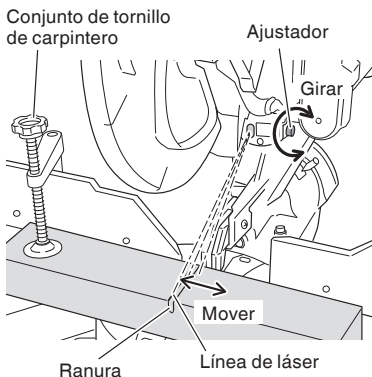

Fig. 19
- (2) Luego, gire el ajustador y desplace la línea de láser. (Si gira el ajustador en el sentido de las agujas del reloj, la línea de láser se desplazará hacia la derecha y si lo gira en sentido contrario a las agujas del reloj, se desplazará hacia la izquierda.) Cuando trabaja con la línea de tinta alineada con el lado derecho de la hoja de sierra, alinee la línea de láser con el extremo derecho de la ranura. (Fig. 19) Cuando la alinee con el lado derecho de la hoja de sierra, alinee la línea de láser con el lado derecho de la ranura.